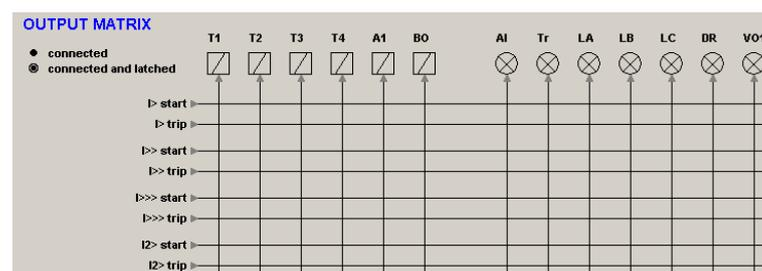

Рисунок 8.1: Матрица выходов.
Имеется два светодиодных индикатора называемые "Сигнал" ("Alarm") and "Аварийное отключение" ("Trip") на передней панели устройства. Кроме того имеется шесть светодиода – "A", "B", "C", "D", "E" и "F", доступные для целей пользователя. Дополнительно, запуск осциллографирования (DR) и виртуальные выходы могут конфигурироваться в матрице выходов. См. пример на Рисунок 8.1.